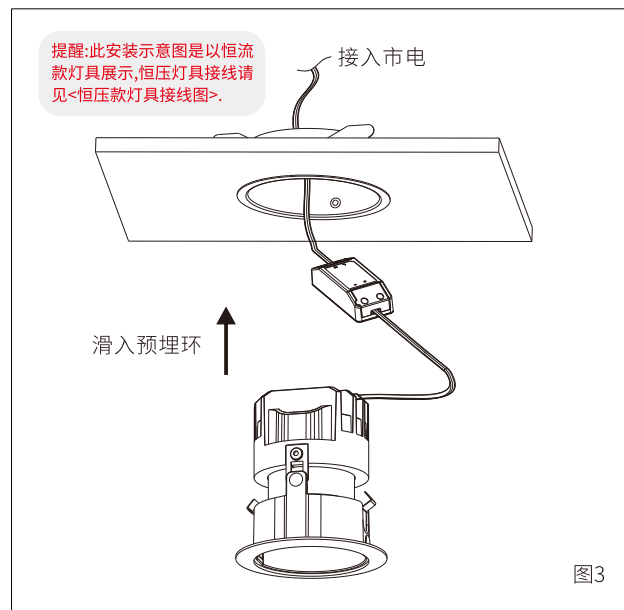

图3
- 4.装入后将安装弹片往外推出，向下压紧，确保灯具安装稳妥（如图3）；
3.将灯具电器输入端接入市电,然后将电器放入天花板内,最后将灯具滑入预埋环,如图3所示:
- 5.装入灯体后，水平转动旋转灯体，以确认模组安装到位（否则会有掉落风险），如图3所示。
3、捏紧两侧弹片，将灯体嵌入安装孔，确何灯具安装稳妥（见图3）